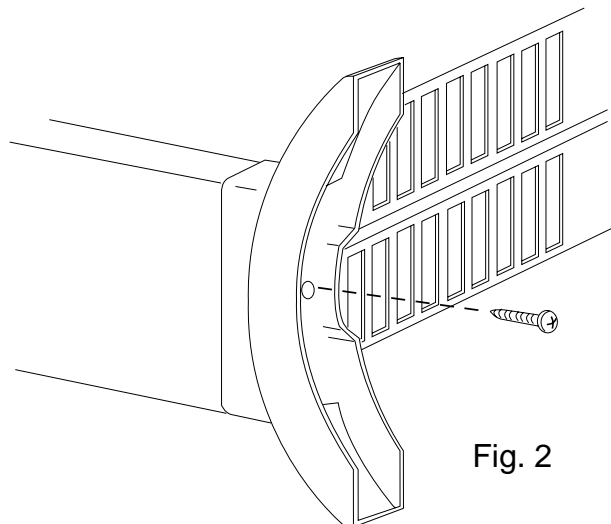

Fig. 2
- Fasten the feet in position using the screws (fig. 2).
- Lorsque les pieds sont accrochés à l'appareil, il faut ensuite les fixer en utilisant les vis fournies avec l'appareil. (fig. 2)